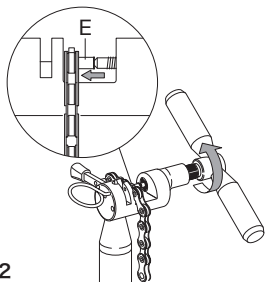

図12
- 一定の力で、工具のハンドルを回し (図12)、コネクト・ピン ウルトラ・リンク™ ULTRA-LINK **5-CN-SR700** (E) をチェーンの中に完全に挿入します。